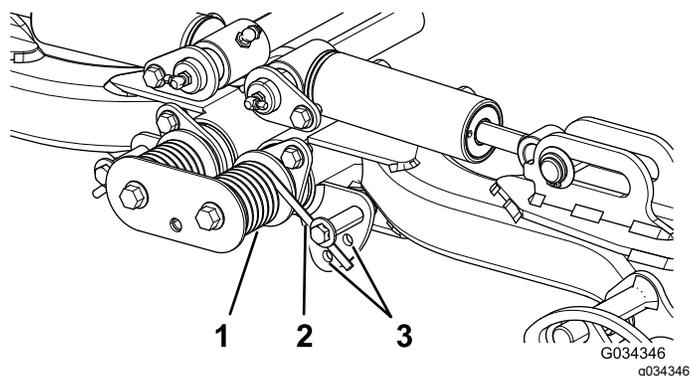

图 34
2. 将一个管子或类似物体插入长弹簧一端并在调节过程中降低弹簧张力(图 34)。
3. 在降低弹簧张力时拆下将弹簧传动器固定到支架上的螺栓和锁紧螺母(图 34)。